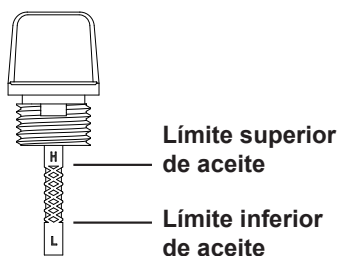

Fig. 16
4. Retire la varilla medidora del cuello de llenado y verifique el nivel de aceite. El nivel de aceite debe estar entre los límites superior e inferior de aceite de la varilla medidora (Fig. 16).